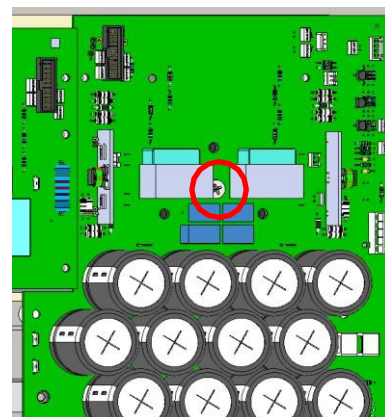

Fig. 76
- 3) Fix the board to the INVERTER module with n.1 screws (PZ2 - Refer to Fig. 76).